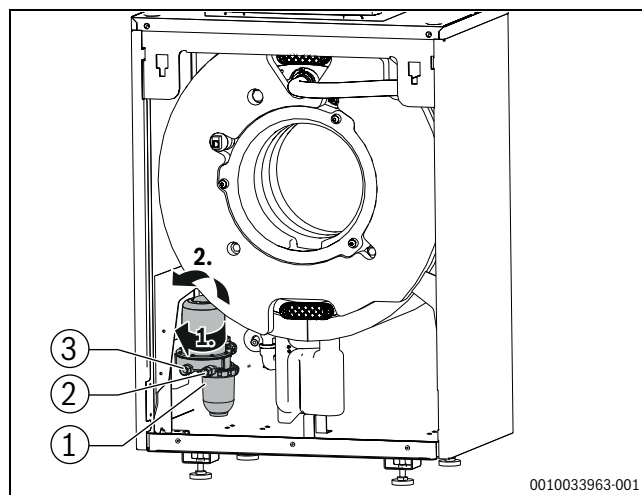

Bild 78 Ölfilter demontieren
- ▶ Ölfilter (→ Bild 78, [1]) leicht nach vorne drehen; analog Schritt 1.